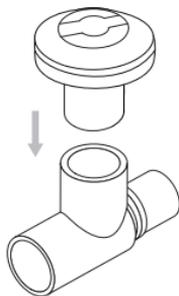
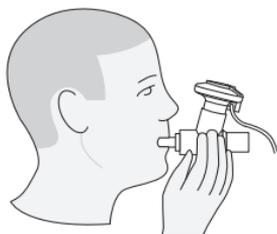

Figura 3. Collegamento del nebulizzatore all'elemento a T
Figura 12. Collegamento a un boccaglio
- 3 Collegare il nebulizzatore all'elemento a T spingendo in modo deciso il nebulizzatore sull'elemento a T (figura 3).
Per l'uso con boccaglio collegare il nebulizzatore all'elemento a T come mostrato in figura 3, quindi collegare l'elemento a T al boccaglio spingendo in modo deciso i pezzi insieme (figura 12).
Avvertenza: per assicurare una nebulizzazione corretta, tenere il nebulizzatore in posizione verticale (figura 12).